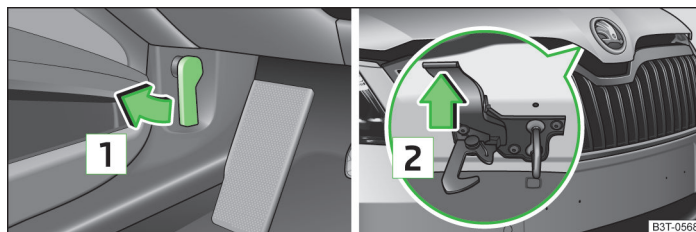

Fig. 161 Palanca de desbloqueo del capó del vano motor / palanca de desbloqueo
- Tirar de la palanca de desbloqueo ubicada debajo del tablero de instrumentos en dirección a la flecha **1** » fig. 161.
- Presionar la palanca de desbloqueo en la dirección de la flecha **2**, » fig. 161 el capó del vano motor se desbloquea.
Nunca abrir el capó del vano motor con la palanca de desbloqueo » fig. 161.